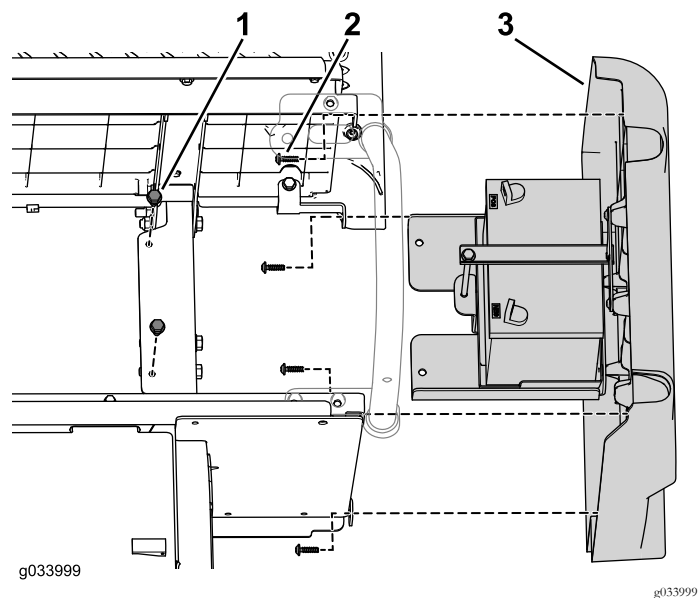

Figure 5
3. Retirez les 4 vis qui fixent le panneau droit à la partie inférieure de l'ensemble sièges (Figure 5).
2. Retirez les 2 boulons à embase qui fixent le support de la batterie au cadre (Figure 5).